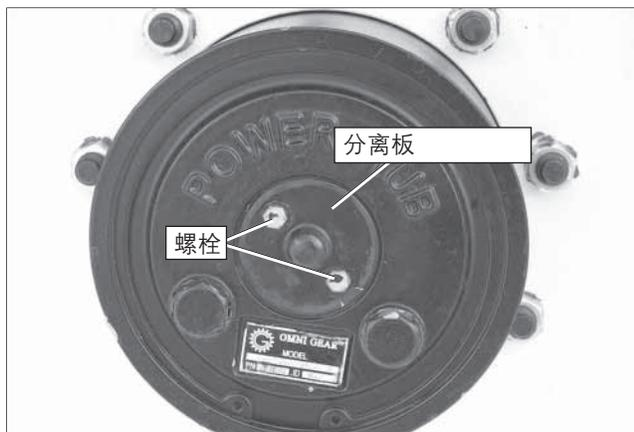

图 9.3 – 驱动轮
6. 在各个驱动轮上，拆下分离板处的两个螺栓（请参见图 9.3）。将分离板翻过来，使螺纹接套朝内。重新安装两个螺栓。
8. 拆下各个驱动轮上的两个螺栓，然后将分离板恢复到原来的位置，如图 9.3 所示。